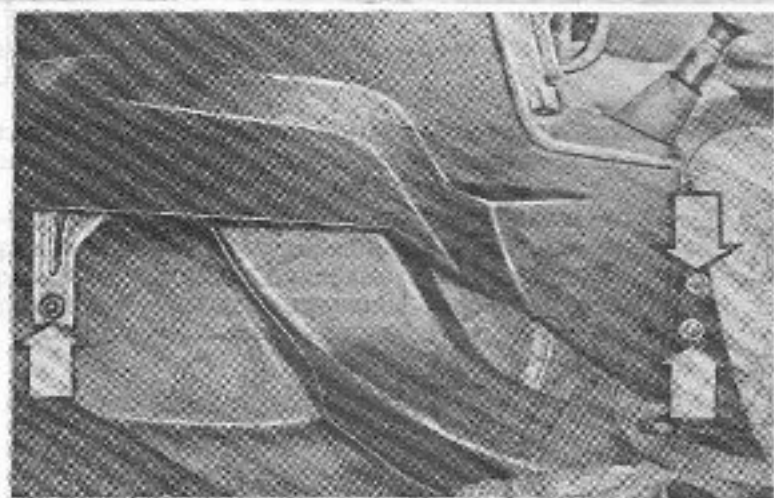

Рис. 4
• Отсоедините от консоли левый половой коврик и выверните винты крепления левой боковой панели и консоли (рис. 4).